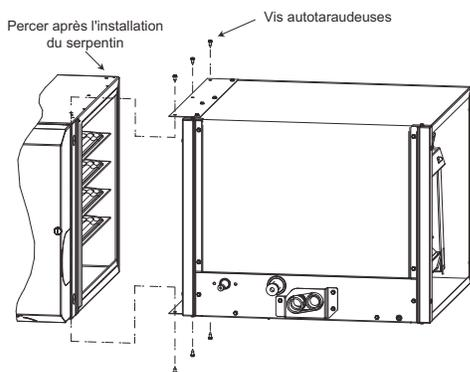

Fig. 6 – Fixer le serpentin à l'appareil de chauffage
4. Utilisez des vis autotaraudeuses pour fixer l'appareil de chauffage. Consultez la figure 6.